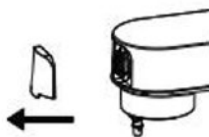

Abb. 2
2. Entfernen Sie die Frontabdeckung des Geräts. (Abb. 2)